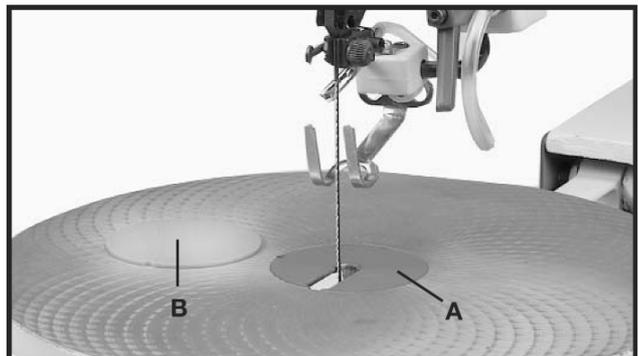

Fig. 20
Uma peça sobressalente de inserto de bancada é fornecida (B) Fig. 20, como equipamento padrão para a sua serra tico-tico de bancada e que pode ser utilizada quando se corta peças bem pequenas, para dar um apoio adicional à parte inferior da peça de trabalho. Corte uma fenda na peça sobressalente e substitua o inserto original (A) pelo sobressalente (B).